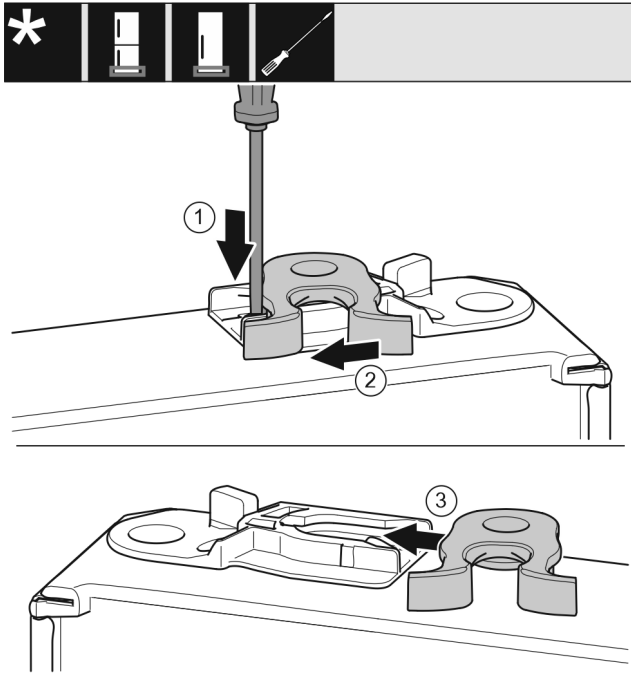

Fig. 40 *
- ▶ Lasche Fig. 40 (1) mit Schlitzschraubendreher nach unten drücken.*
- ▶ Schließhaken Fig. 40 (2) aus Führung ziehen.*
- ▶ Schließhaken Fig. 40 (3) auf anderer Seite in Führung schieben.*